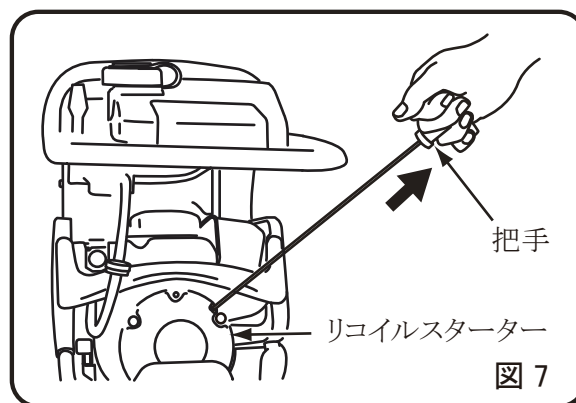

図 7
- 3 リコイルスターターの把手を握り、少し引くと軽く手ごたえがあります。そこから勢い良く引張って下さい。把手を放す時は引張った位置で放さずに、必ずスターターケースの口元までゆっくり戻してから放して下さい。(図7)